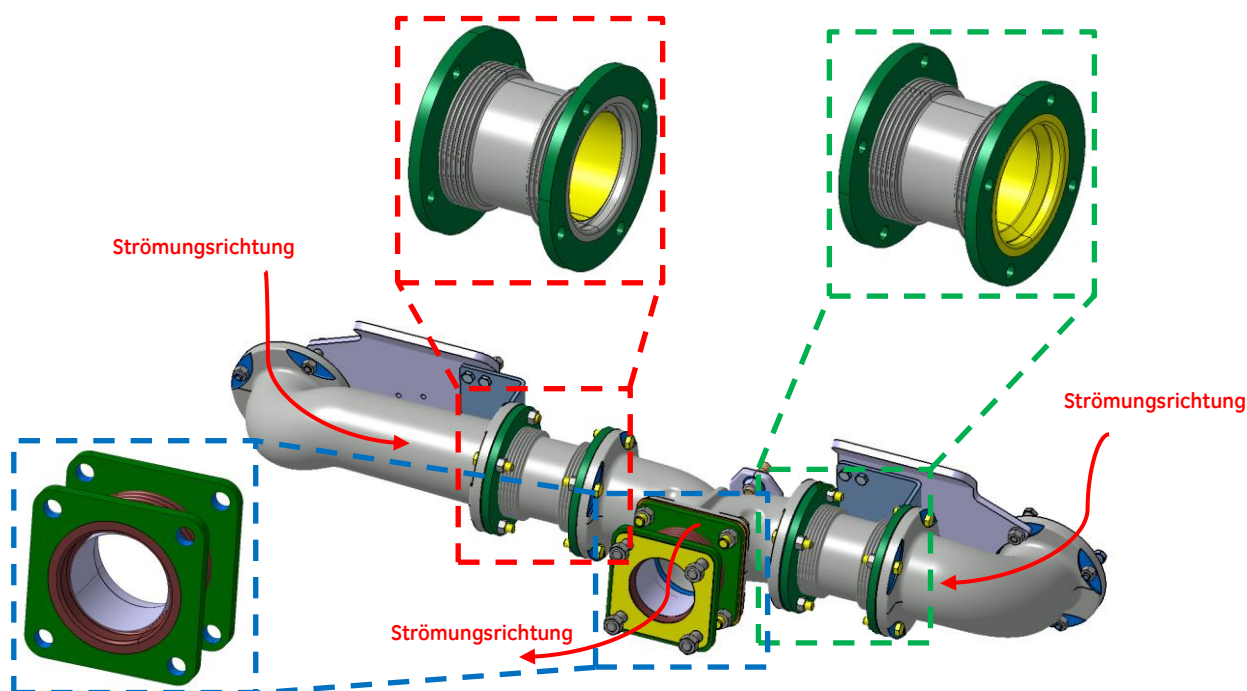
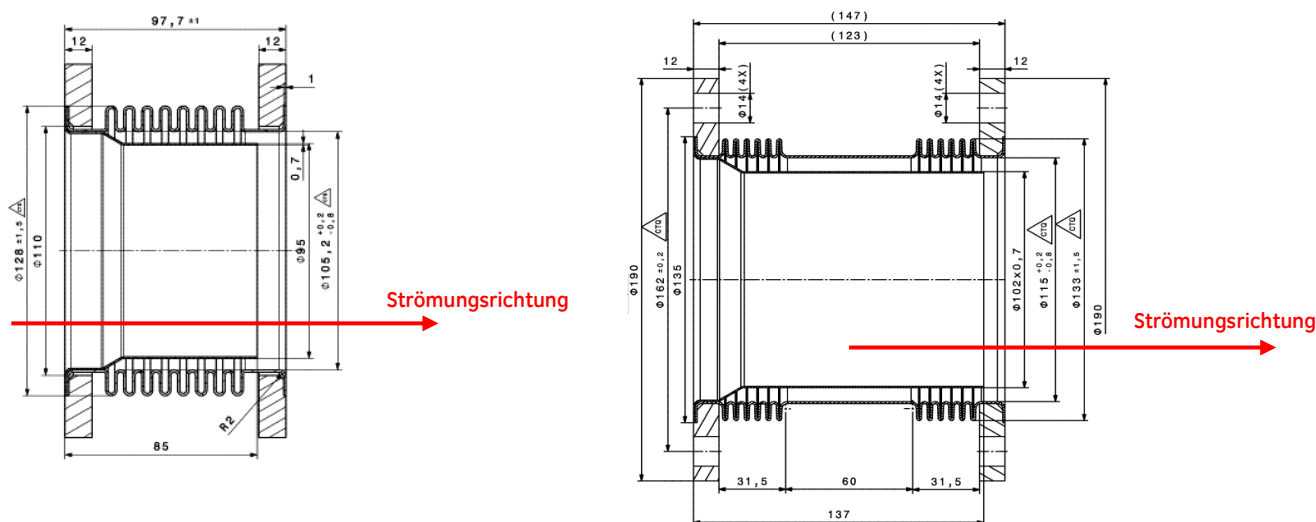
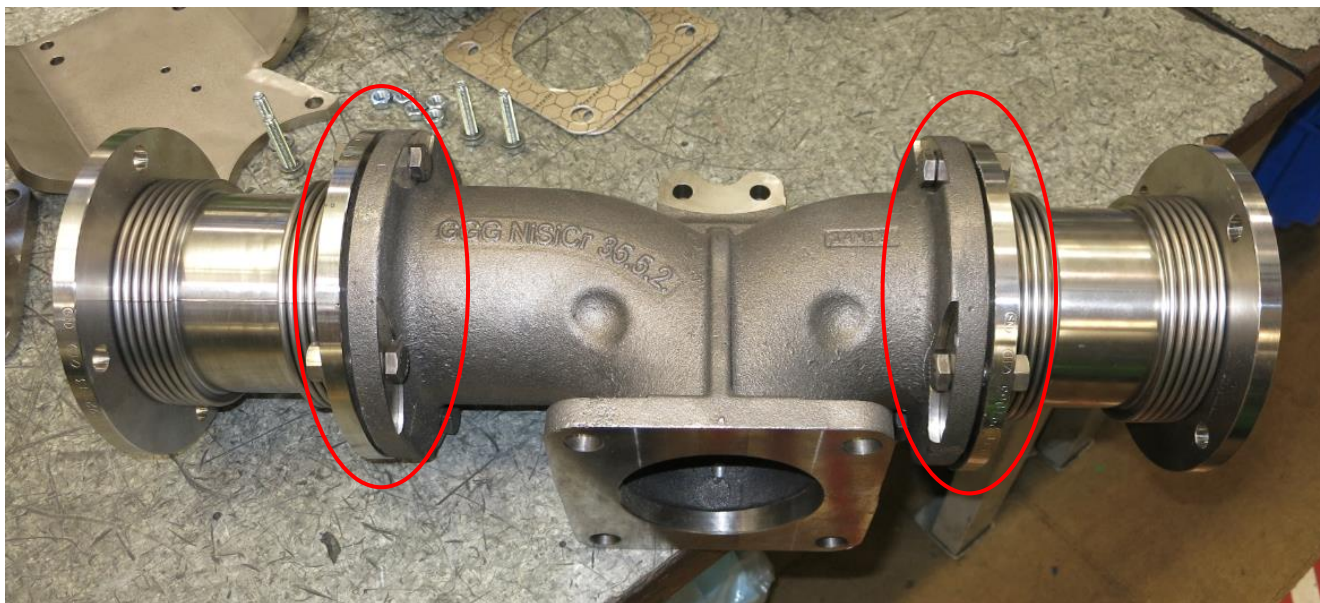
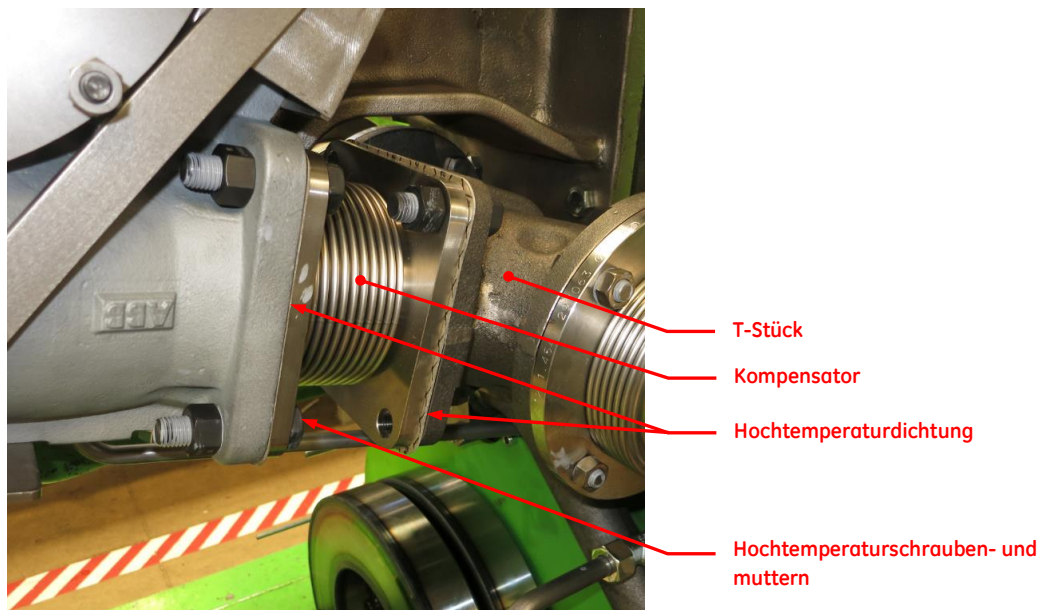

Abbildung 1: Zu installierende Abgassammelleitung samt Turboladeranbau
Abbildung 2: Strömungsrichtung Kompensator
Abbildung 8: Vormontage des T-Stückes samt Kompensatoren
Abbildung 15: Einbau des Kompensators zwischen Turbolader und T-Stück
Bei der Montage der Abgassammelleitung und des Turboladeranbaus ist darauf zu achten, dass die Kompensatoren korrekt eingebaut werden! In den in Abbildung 2 dargestellten Schnittansichten ist die Strömungsrichtung durch den Kompensator dargestellt. In Abbildung 1 ist die Strömungsrichtung und die korrekte Einbaulage der Kompensatoren veranschaulicht.
- ✓ Vormontage des T-Stückes samt Kompensatoren wie in Abbildung 8
Verwendung von Hochtemperaturdichtungen zwischen T-Stück und Kompensatoren, siehe Abbildung 8. Desweiteren ist auf die korrekte Einbaulage (Strömungsrichtung) zu achten! Siehe auch Abbildung 1.
Verwendung von temperaturfesten Schrauben und Muttern, siehe Abbildung 8. Die Gewinde der Schrauben sind mit einer Hochleistungs-Festschmierstoff-Paste gegen Korrosion, Verschleiß und Festfressen bei hohen Temperaturen zu verwenden!
- ✓ Kompensator wie in Abbildung 15 vormontieren
Verwendung von Hochtemperaturdichtungen zwischen T-Stück – Kompensator und Kompensator – Turboladergehäuse, siehe Abbildung 15. Desweiteren ist auf die korrekte Einbaulage (Strömungsrichtung) zu achten! Siehe auch Abbildung 1.
Verwendung von temperaturfesten Schrauben und Muttern, siehe Abbildung 15. Die Gewinde der Schrauben sind mit einer Hochleistungs-Festschmierstoff-Paste gegen Korrosion, Verschleiß und Festfressen bei hohen Temperaturen zu verwenden!